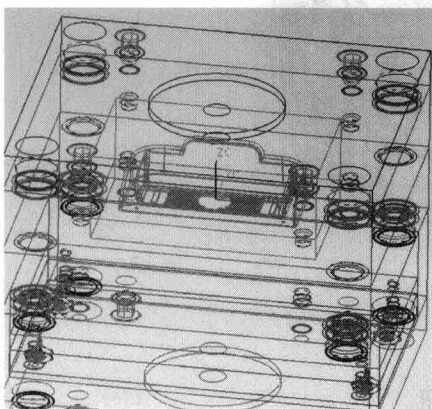

图 0-7
- 旋转 90°，单击 OK 按钮，结果如图 0-7 所示。